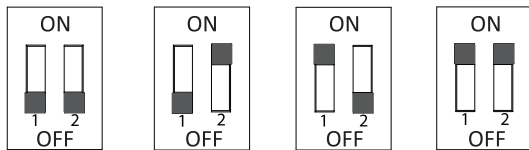

fig.4.
2. Pozitionati comutatorul conform fig. 4 in functie de numarul senzorului care doriti sa fie conectat.